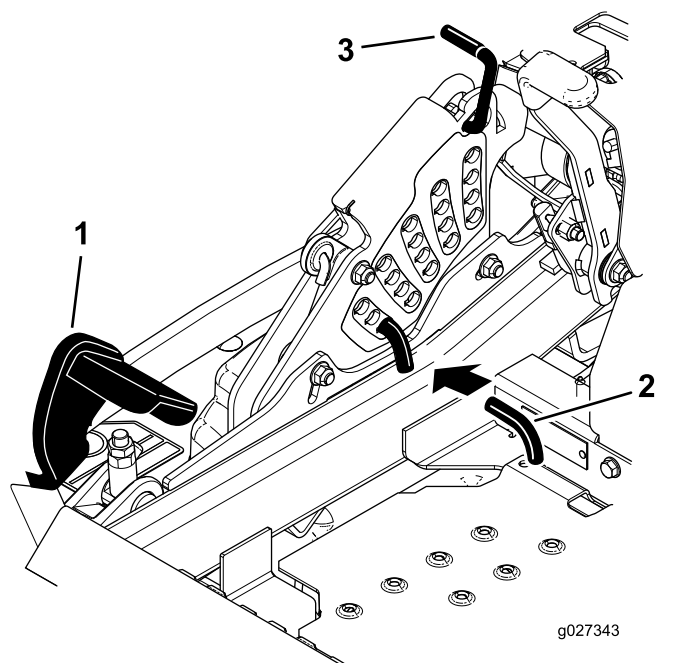

Figure 25
2. Appuyez sur la pédale de relevage du tablier avec le pied et relevez le tablier en position de transport (qui est aussi la position de hauteur de coupe de 140 mm [5½ po]), comme montré à la Figure 25.
3. Pour changer de hauteur de coupe, retirez la goupille fendue et l'axe de chape du support de hauteur de coupe (Figure 25).
4. Placez la goupille dans le trou du support correspondant à la hauteur de coupe voulue (Figure 25).